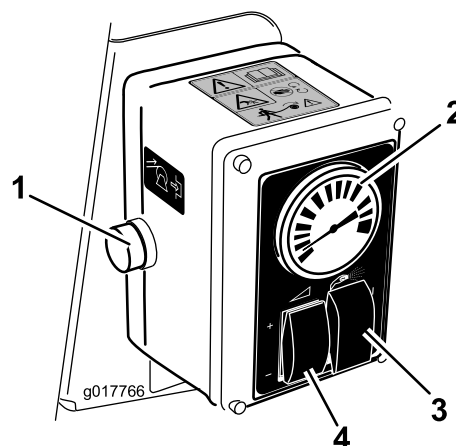

Figura 21
5. Impostate il selettore dello sprayer in posizione sprayer manuale (Figura 21).
6. Regolate l'interruttore di comando del volume e l'acceleratore per aumentare o ridurre la pressione, come riporta l'indicatore della pressione, al valore desiderato (Figura 21).